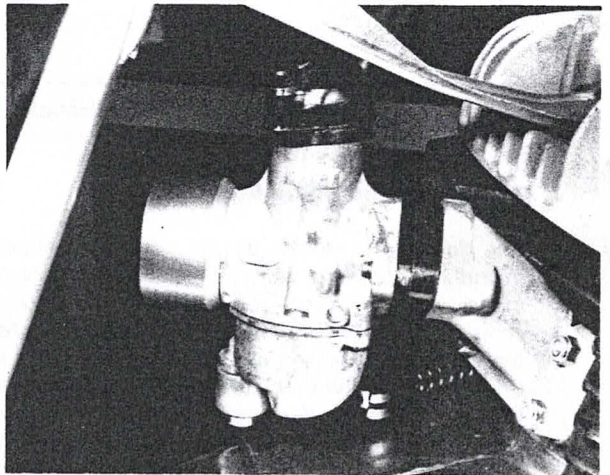

Bild 9
- Die beiden Muttern mit Unterlagscheibe vom Vergaserflansch abschrauben bzw. an den aufgesteckten Vergasern die Schrauben der Schlauchklemmen lockern, den Vergaser als Ganzes abziehen und am Gaszug hängen lassen (Bild 9). Es empfiehlt sich, den Seilzug und den Vergaser am Rahmen festzubinden, damit er nicht am Motor anschlägt.